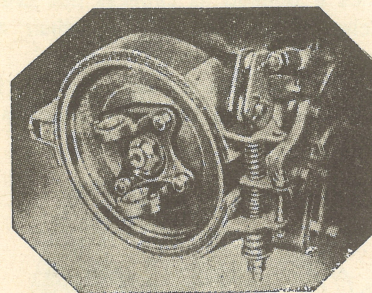

Fig. 119. — Travão de mão à transmissão junto do cardan (da farga)
3. Tubos dos travões hidráulicos amolgados (fig. 119);